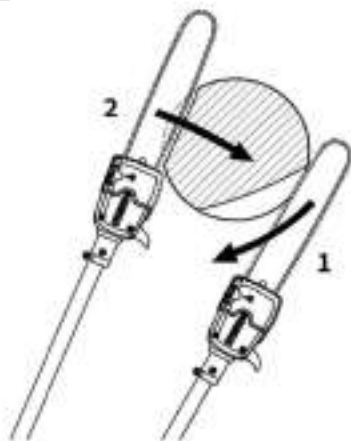

Рис. 24
Чтобы избежать зажима шины на более толстых ветках, обязательно начинайте пропил с нижней стороны ветки (1) (рис. 24). Затем выполните пропил (2).